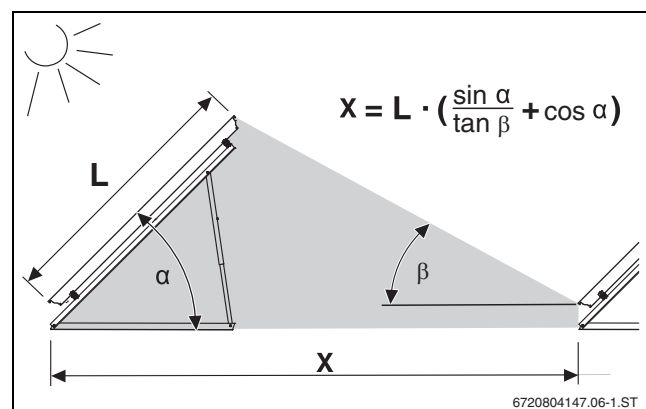

Bild 23 Vermeidung von Verschattung, Flachdachmontage
► Bei mehrreihigen Feldern den Abstand X einhalten, damit keine Verschattungen auftreten (→ Bild 23 und 24).